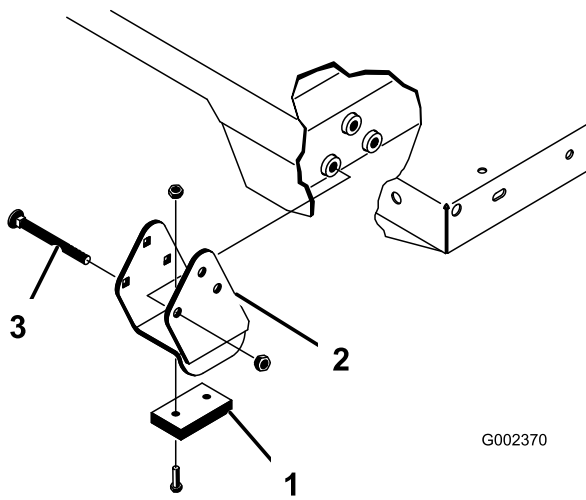

Bild 35
Hinweis: Stellen Sie sicher, dass die Distanzstücke und die Verschleißblöcke (Bild 35) so eingesetzt sind, dass die Köpfe der Schlossschrauben an der Innenseite der Maschine sind.
2. Setzen Sie die Ladepritsche vorsichtig auf den Maschinenrahmen. Fluchten Sie die hinteren Schwenkplattenlöcher der Pritsche mit den Löchern im hinteren Rahmenkanal aus und setzen Sie die zwei Lastösenbolzen und Klapenstecker ein (Bild 35).
4. Setzen Sie den Lastösenbolzen von der Außenseite der Pritsche ein. Der Klapenstecker sollte außen (Bild 35).